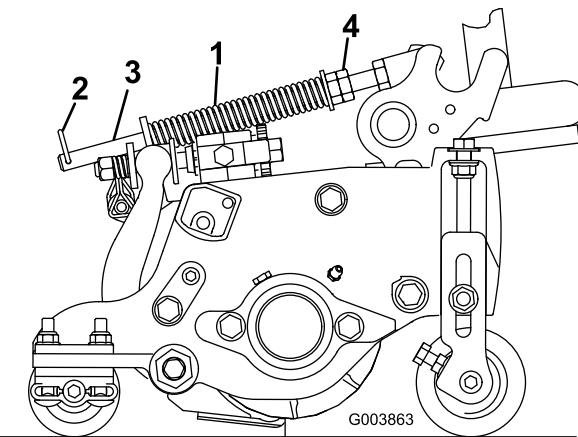

Figura 17
2. Serrate i dadi esagonali sul lato anteriore dell'asta della molla, finché la lunghezza compressa della molla non è di 15,9 cm (Figura 17).
Nota: Se l'apparato di taglio deve essere rimosso dalla macchina, spostare la coppia verso il foro anteriore dell'asta della molla (Figura 17). Assicuratevi di riportare la coppia sul foro posteriore dell'asta della molla dopo che l'apparato di taglio è stato reinstallato sulla macchina.